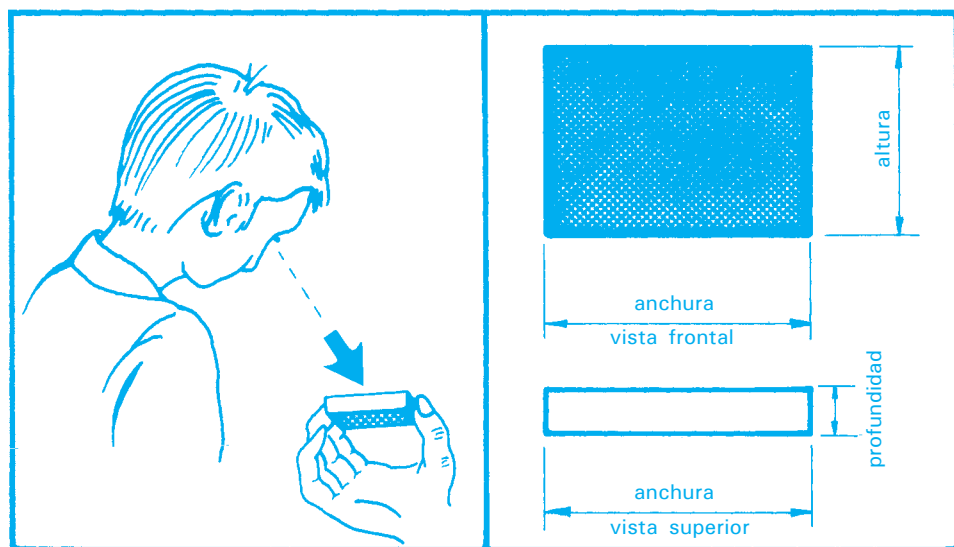

Figura 5 Dibujo y dimensionado en dos vistas
2. Dibuja posteriormente la vista que se obtiene cuando observas el artículo desde arriba. Esta la consideras como la vista superior. En ella tienes las dimensiones anchura y profundidad (figura 5).